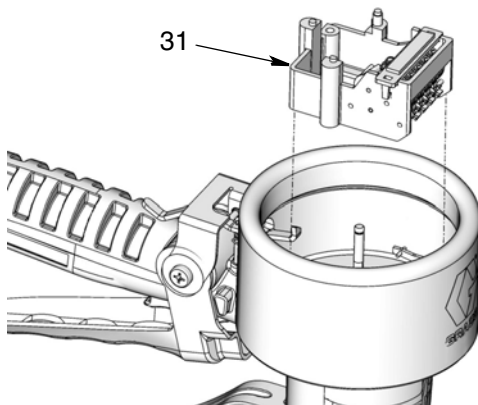

ABB. 31
1. Die Zählereinheit (31) einsetzen (ABB. 31).